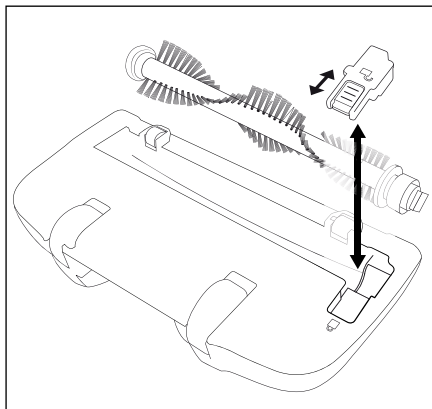

Fig. 4
- 2) Skub låsen på dækpladen bagud i retning af symbolet  så dækpladen kan tages af (fig. 4).
- 7) Sæt dækpladen på igen, og lås den ved at skubbe låsen i retning af symbolet  (fig. 4).